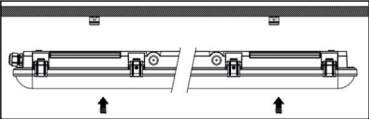

Рис. 1
- 5.12 Закрепите скобы на поверхность установки и защелкните в скобы осветительный прибор (рис. 1).